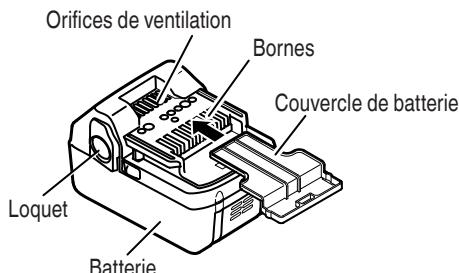

Fig. 1
- Soit ranger le bloc de pile avec l'outil électrique ou de manière sécuritaire en l'enfonçant dans le couvercle jusqu'à ce que les orifices de ventilation soient dissimulés afin d'éviter les courts-circuits. (Voir la Fig. 1)